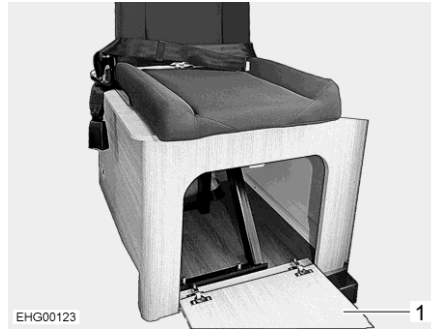

Fig. 31 Cadre du coffre (ouvert)
- Rabattre le portillon (Fig. 31,1) du cadre du coffre vers le bas.